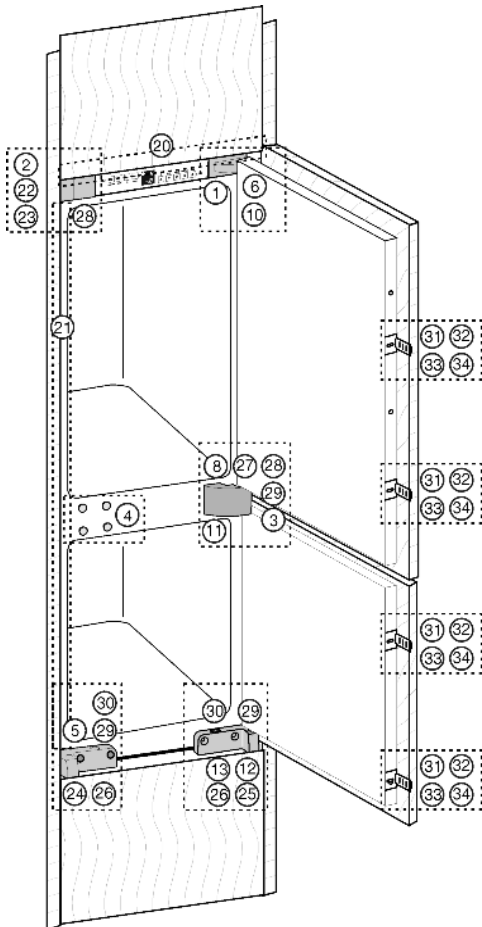
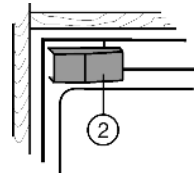

Fig. 6
Fig. 10
- ▶ Het afdekprofiel Fig. 9 (21) precies onder de bevestigingshoek Fig. 6 (22) aanbrengen.
- ▶ Afdekking Fig. 10 (2) verwijderen. Bij eerste montage:
- ▶ Afdekking Fig. 6 (3) van het lagerblok midden Fig. 10 (11) verwijderen.